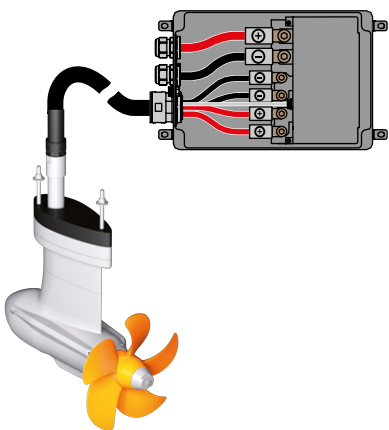

Fig. 12: Cablaggio box elettronica
1. Allentare le viti (1) del box elettronica, in modo da poterlo aprire.
4. Collegare i cavi di potenza ai rispettivi poli (rosso = +, nero = -; 10 Nm), **vedere "Fig. 12: Cablaggio box elettronica"**.
5. Collegare il cavo del motore al collegamento di comando del motore (6).